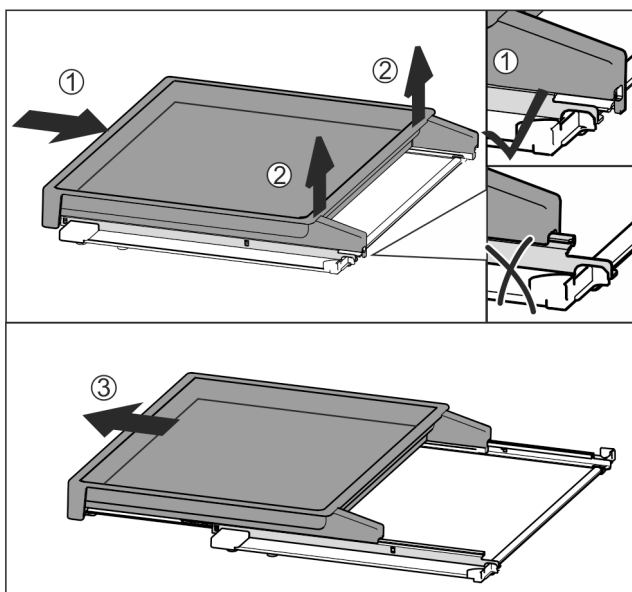

Fig. 108
- Auszugsbord vollständig einschieben Fig. 108 (1).
- Verrastung an hinterer Seite lösen Fig. 108 (2).
- Auszugsbord nach vorne herausnehmen Fig. 108 (3).